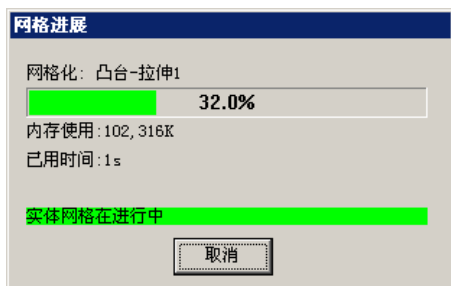
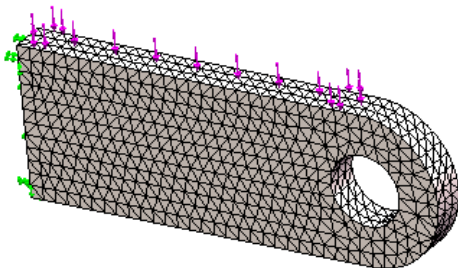

图 12.3.12 “网格进展”对话框
图 12.3.13 划分网格
Step2. 单击对话框中的  按钮，系统弹出图 12.3.12 所示的“网格进展”对话框，显示网格划分进展；完成网格划分，结果如图 12.3.13 所示。